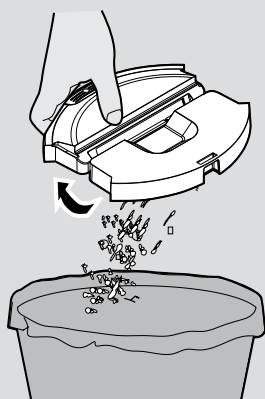
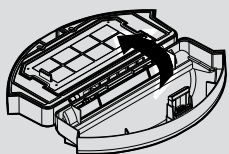

Рис. 8
Рис. 9
3. Опорожните пылесборник над мусорным ведром. [Рис. 8]
2. Опорожните пылесборник. [Рис. 8] Откройте пылесборник, снимите сетку вместе с фильтром, затем снимите фильтр EPA с сетки фильтра и очистите их по отдельности. Сборка производится в обратном порядке, по окончании убедитесь, что фильтр собран правильно. [Рис. 9]